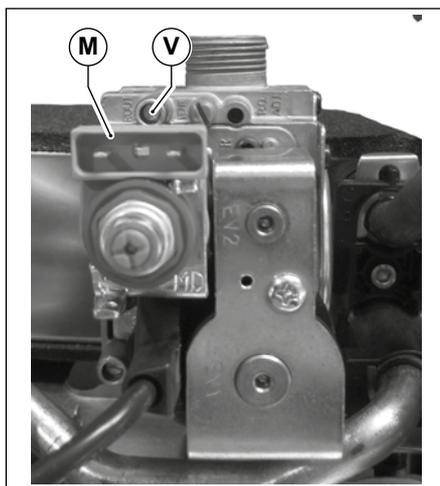

Fig. 30 Presa di pressione
- Collegare un manometro alla presa di pressione **V** (vedi Fig. 30 Presa di pressione).